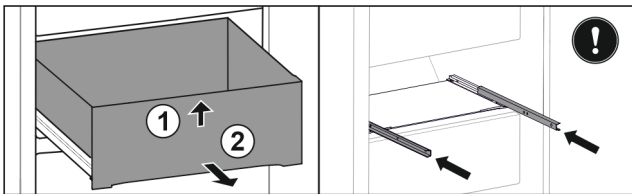

Fig. 36
- ▶ Приподнимите выдвижной ящик спереди. Fig. 36 (1)
- ▶ Извлеките выдвижной ящик движением вперед. Fig. 36 (2)